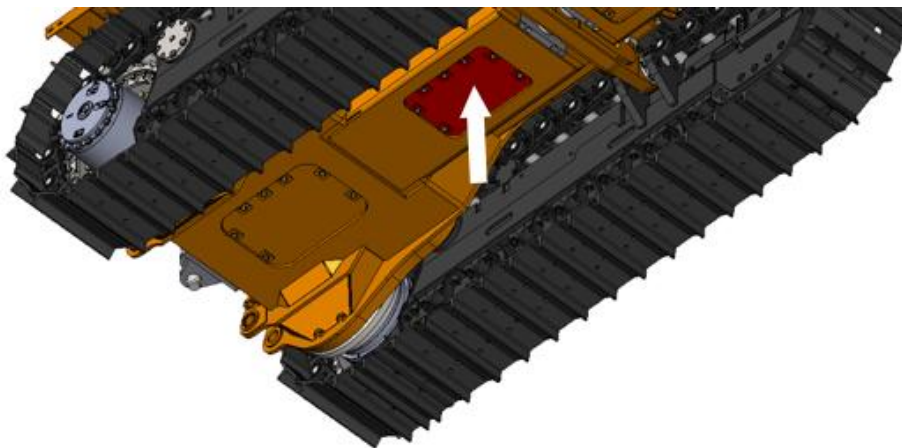

Рисунок 5.58. Крышка брони над силовыми насосами
► Демонтировать крышку брони над силовыми насосами, рис. 5.58.
- Смонтировать крышку брони над силовыми насосами, рис. 5.58.
- ▶ Демонтировать крышку брони над силовыми насосами, рис. 5.58.